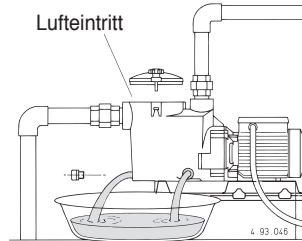

Abb. 4 Entleerung
**Bei längeren Stillstandsperioden oder bei Frostgefahr ist die Pumpe vollständig zu entleeren.** Dafür die zwei Ablasschrauben mit den wiederverwendbaren Runddichtringen abnehmen (**Abb. 4**).
Vor der Demontage ist die Pumpe vollständig zu entleeren (siehe **Abb. 4** und **Kapitel 12.**). Demontage und Montage unter Zuhilfenahme des Schnittbildes (**Kapitel 15.**) durchführen.